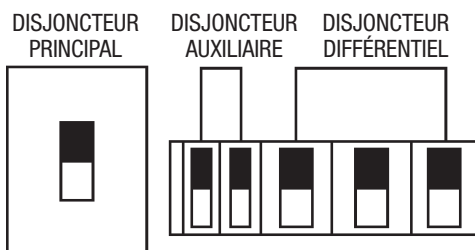

**Figure 55. Disjoncteurs (Marche)
13. Placez les disjoncteurs **principal, GFCI et aux.** dans la position de marche **ON** (Figure 55).